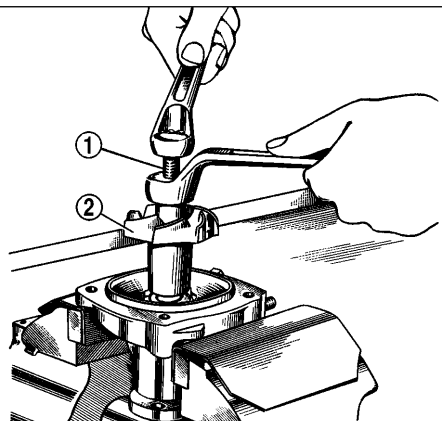

Fig. 2-63. Dépose de roue à pales:
- fixer le couvercle dans un étau en utilisant des joints, dégager la roue à pales 2 (fig. 2-63) de sur l'arbre à l'aide d'un extracteur A.40026;